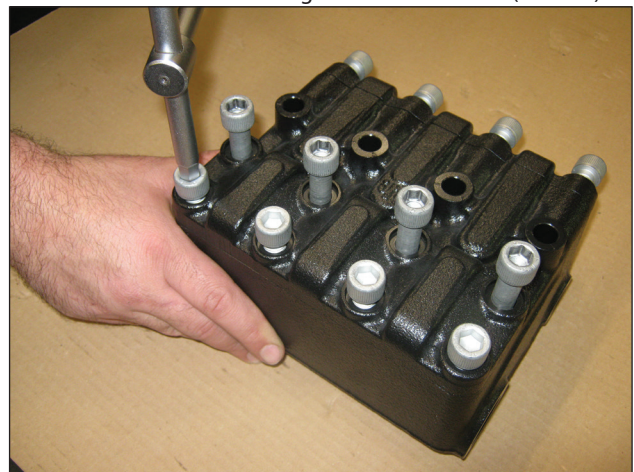
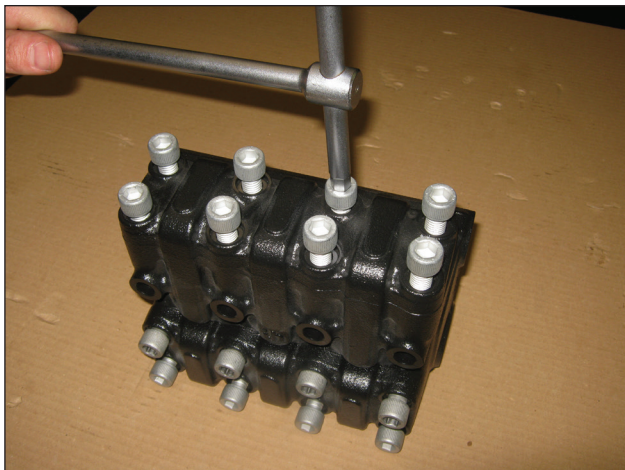

Abb. 16
Abb. 17
- Lösen Sie die 4 Befestigungsschrauben M12x130 und 4 Befestigungsschrauben M12x45 des Saugventildeckels und die 8 Befestigungsschrauben M12x35 des Druckventildeckels (Abb. 16 und Abb. 17);